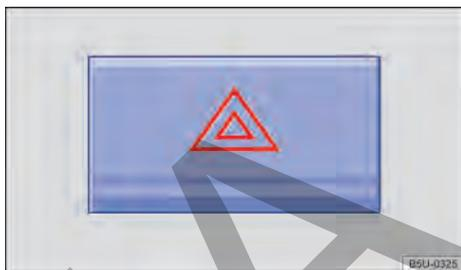

Fig. 38 En la parte superior de la consola central: interruptor de las luces de advertencia.
2. Encender las luces de advertencia con el conmutador → fig. 38.
Las luces de advertencia también pueden apagarse al presionar el conmutador  en el panel de instrumentos → fig. 38.